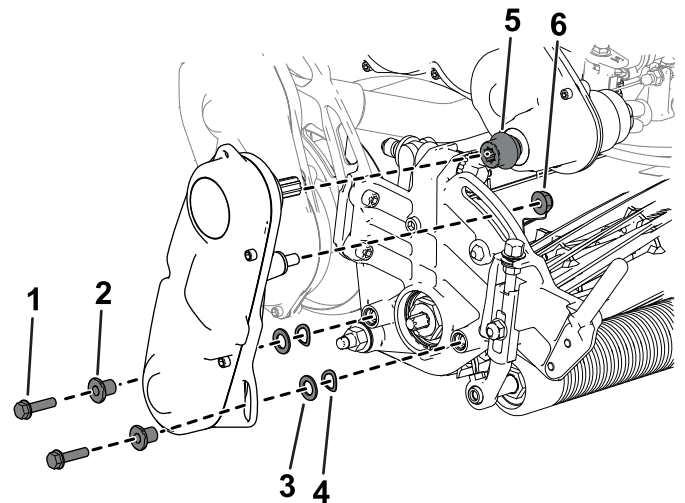

Figura 5
6. Instale o acoplador no veio da transmissão (Figura 5).
7. Utilize as ferragens previamente removidas para instalar o conjunto da transmissão do cilindro na unidade de corte (Figura 5).
8. Certifique-se de que o acoplador (Figura 5) se pode mover facilmente para a frente e para trás no veio de transmissão.